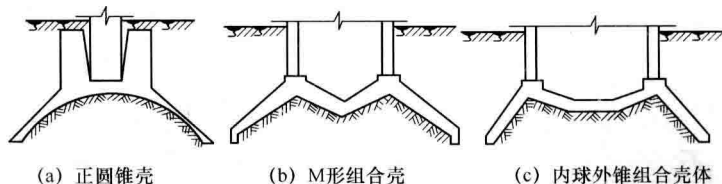

图 1-7 壳体基础图
实例 壳体基础图 (图 1-7)
(1) 壳体基础使径向内力转变为压应力为主，可比一般梁、板式的钢筋混凝土基础减少混凝土用量 50% 左右，节约钢筋 30% 以上，具有良好的经济效果。
(2) 壳体基础 (见图 1-7) 有正圆锥形及其组合形式的壳体基础，用于一般工业与民用建筑柱基和筒形的构筑物 (如烟筒、水塔、料仓、中小型高炉等) 基础。
(3) 壳体基础施工时，修筑土台的技术难度大，易受气候因素的影响，布置钢筋及浇捣混凝土施工困难，较难实行机械化施工。